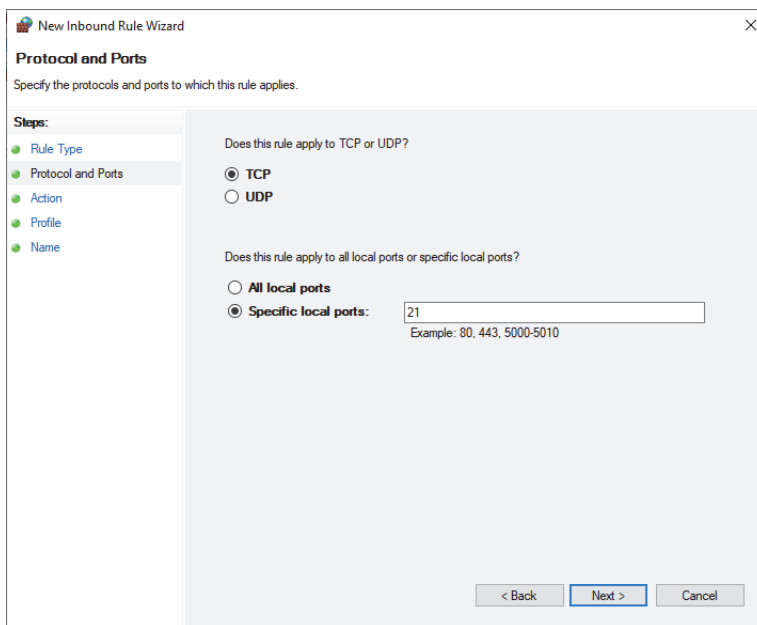

Рис. 1-12 Мастер создания правила для нового входящего подключения — Протоколы и порты
5. В диалоговом окне **New Inbound Rule Wizard** выберите протоколы и порты, к которым применяется правило (Рис. 1-12 на стр. 36).